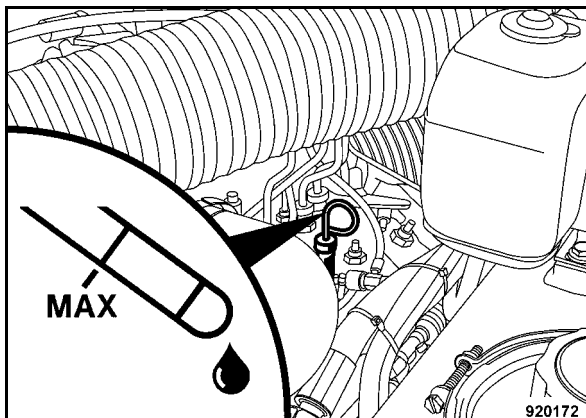

Fig. 89
- Estrarre l'astina livello olio (Fig. 89) pulirla con uno straccio pulito e non filamentoso e reinserirla fino all'arresto.